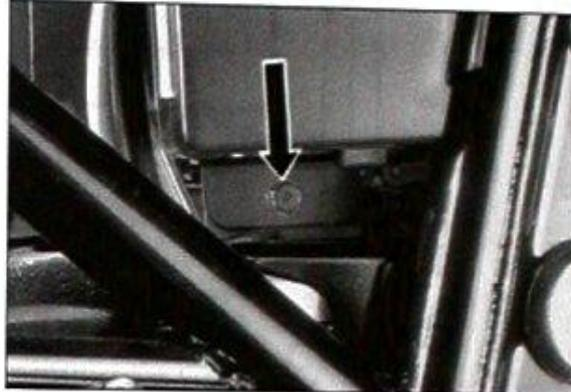
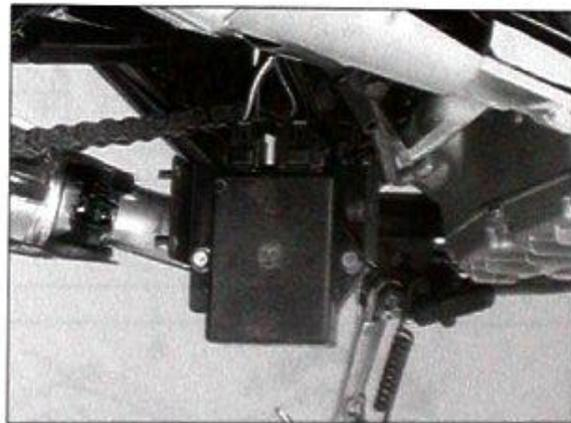

Bild 108
Bild 109
- Befestigungsschraube «A» Bild 108 ausdrehen und Zündbox nach unten herausnehmen (Bild 109).